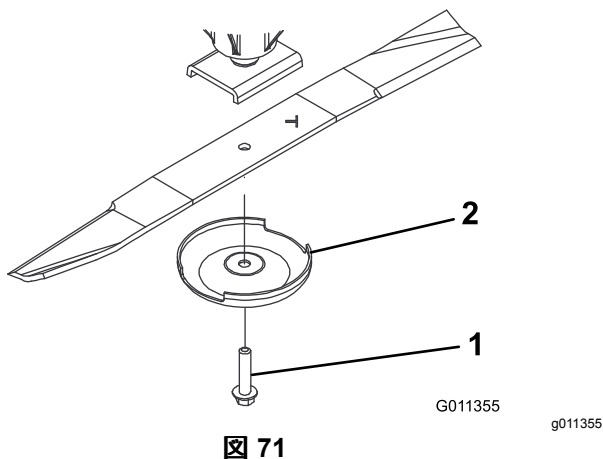

図 71
2. ブレードの一端部をウェスで包むか手に頑丈な手袋をはめるかして、ブレードを手で持ち、ブレードボルト、芝削り防止カップ、ブレードをスピンドルシャフトから外す 図 71。
3. ブレードを取り付ける時は、セール立ち上がっている部分がCuttingデッキの天井を向くように取り付け、芝削り防止カップをつけてブレードボルトで固定する 図 71。ブレードボルトを 115149N・m にトルク締めする。